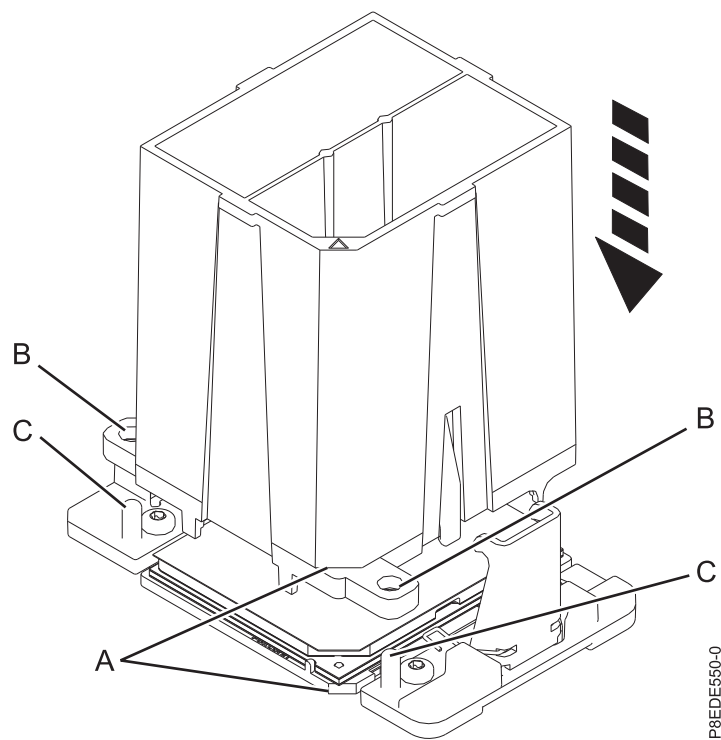

Figure 29. Abaissement de l'outil de retrait sur le module processeur système
- a. A l'aide de l'outil de retrait fourni, alignez l'angle biseauté (**A**) de ce dernier avec l'angle biseauté du module de processeur système, comme illustré dans figure 29, à la page 30.